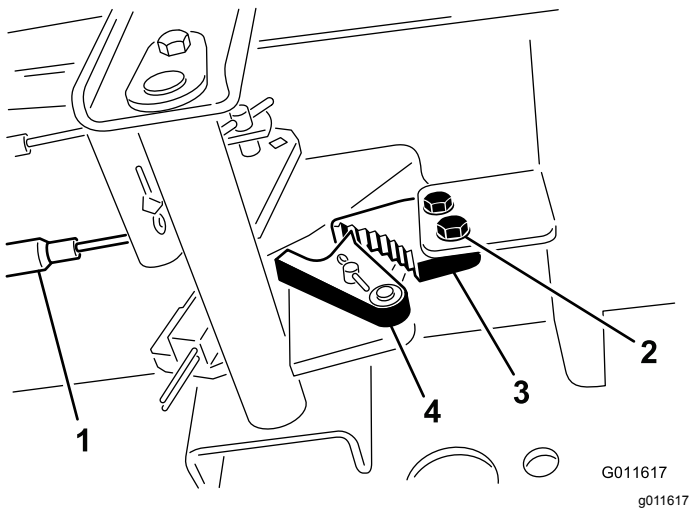

Bild 99
1. Lösen Sie die zwei Schrauben, mit denen die Sperre der Feststellbremse am Rahmen befestigt ist (**Bild 99**).
2. Drücken Sie das Pedal der Feststellbremse nach vorne, bis die Bremsenarretierung ganz an der Bremssperre greift (**Bild 99**).